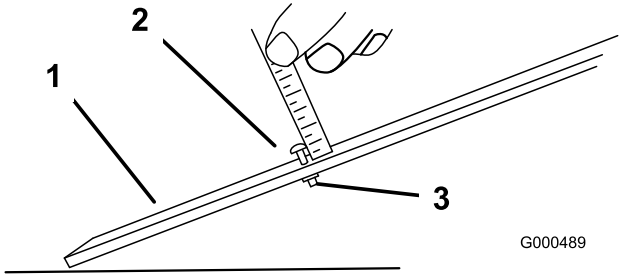

图9
2. 松开调刀尺上的螺母，并将高度调节螺栓设定为所需的剪草高度（图9）。螺栓头底部与调刀尺表面之间的距离就是剪草高度。